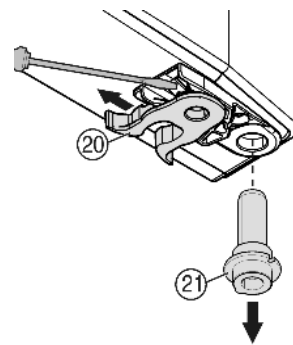

Fig. 9
- ▶ переставить пружинный зажим Fig. 9 (20): Нажмите вниз язычок защелки, снимите с него пружинный зажим.
- ▶ Извлеките опорный палец Fig. 9 (21) из втулки двери и вставьте вместе с шайбами на противоположную сторону. Язычок защелки должен быть направлен к внутренней стороне двери, паз — к внешней стороне.
- ▶ Поверните нижнюю часть двери и вставьте опорный палец Fig. 9 (21) в опорный кронштейн. При необходимости покрутите опорный палец, чтобы он смог засколоть.